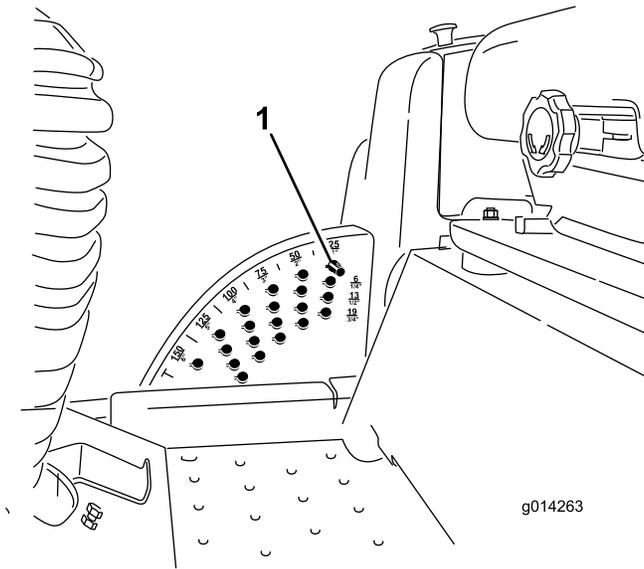

Bild 16
Hinweis: Wenn Sie das Mähwerk bzw. das Anbaugerät in der angehobenen Stellung arretieren möchten, heben Sie das Mähwerk über die 15 cm Stellung an, nehmen Sie den Schnitthöhenanschlagsstift ab (siehe „Einstellen der Schnitthöhe“) und setzen Sie den Stift in die 15 cm Schnitthöhenstellung (Bild 16).
1. Ziehen Sie den Mähwerkhubhebel bei laufendem Motor zurück, bis das Mähwerk ganz angehoben ist, und lassen Sie den **Hebel sofort los** (Bild 16).
2. Drehen Sie zum Einstellen den Anschlagstift so lange, bis die Linien am Spannstift mit den Schlitzen in den Löchern in der Schnitthöhenhalterung ausgerichtet sind. Nehmen Sie ihn dann ab (Bild 16).
3. Wählen Sie ein Loch in der Schnitthöhenhalterung, das der gewünschten Schnitthöhe entspricht, stecken Sie den Stift ein und drehen Sie ihn ein, um ihn zu arretieren (Bild 16).
Hinweis: Es gibt vier Reihen der Lochpositionen (Bild 16). Die oberste Reihe ergibt die Schnitthöhe, die über dem Stift steht. Die zweite Reihe ergibt die Schnitthöhe plus 6 mm. Die dritte Reihe ergibt die Schnitthöhe plus 12 mm. Die unterste Reihe ergibt die Schnitthöhe plus 18 mm. Für die Stellung von 15,8 cm gibt es nur ein Loch, das in der zweiten Reihe ist. Mit diesem Loch werden nicht 6 mm den 15,8 cm hinzugefügt.